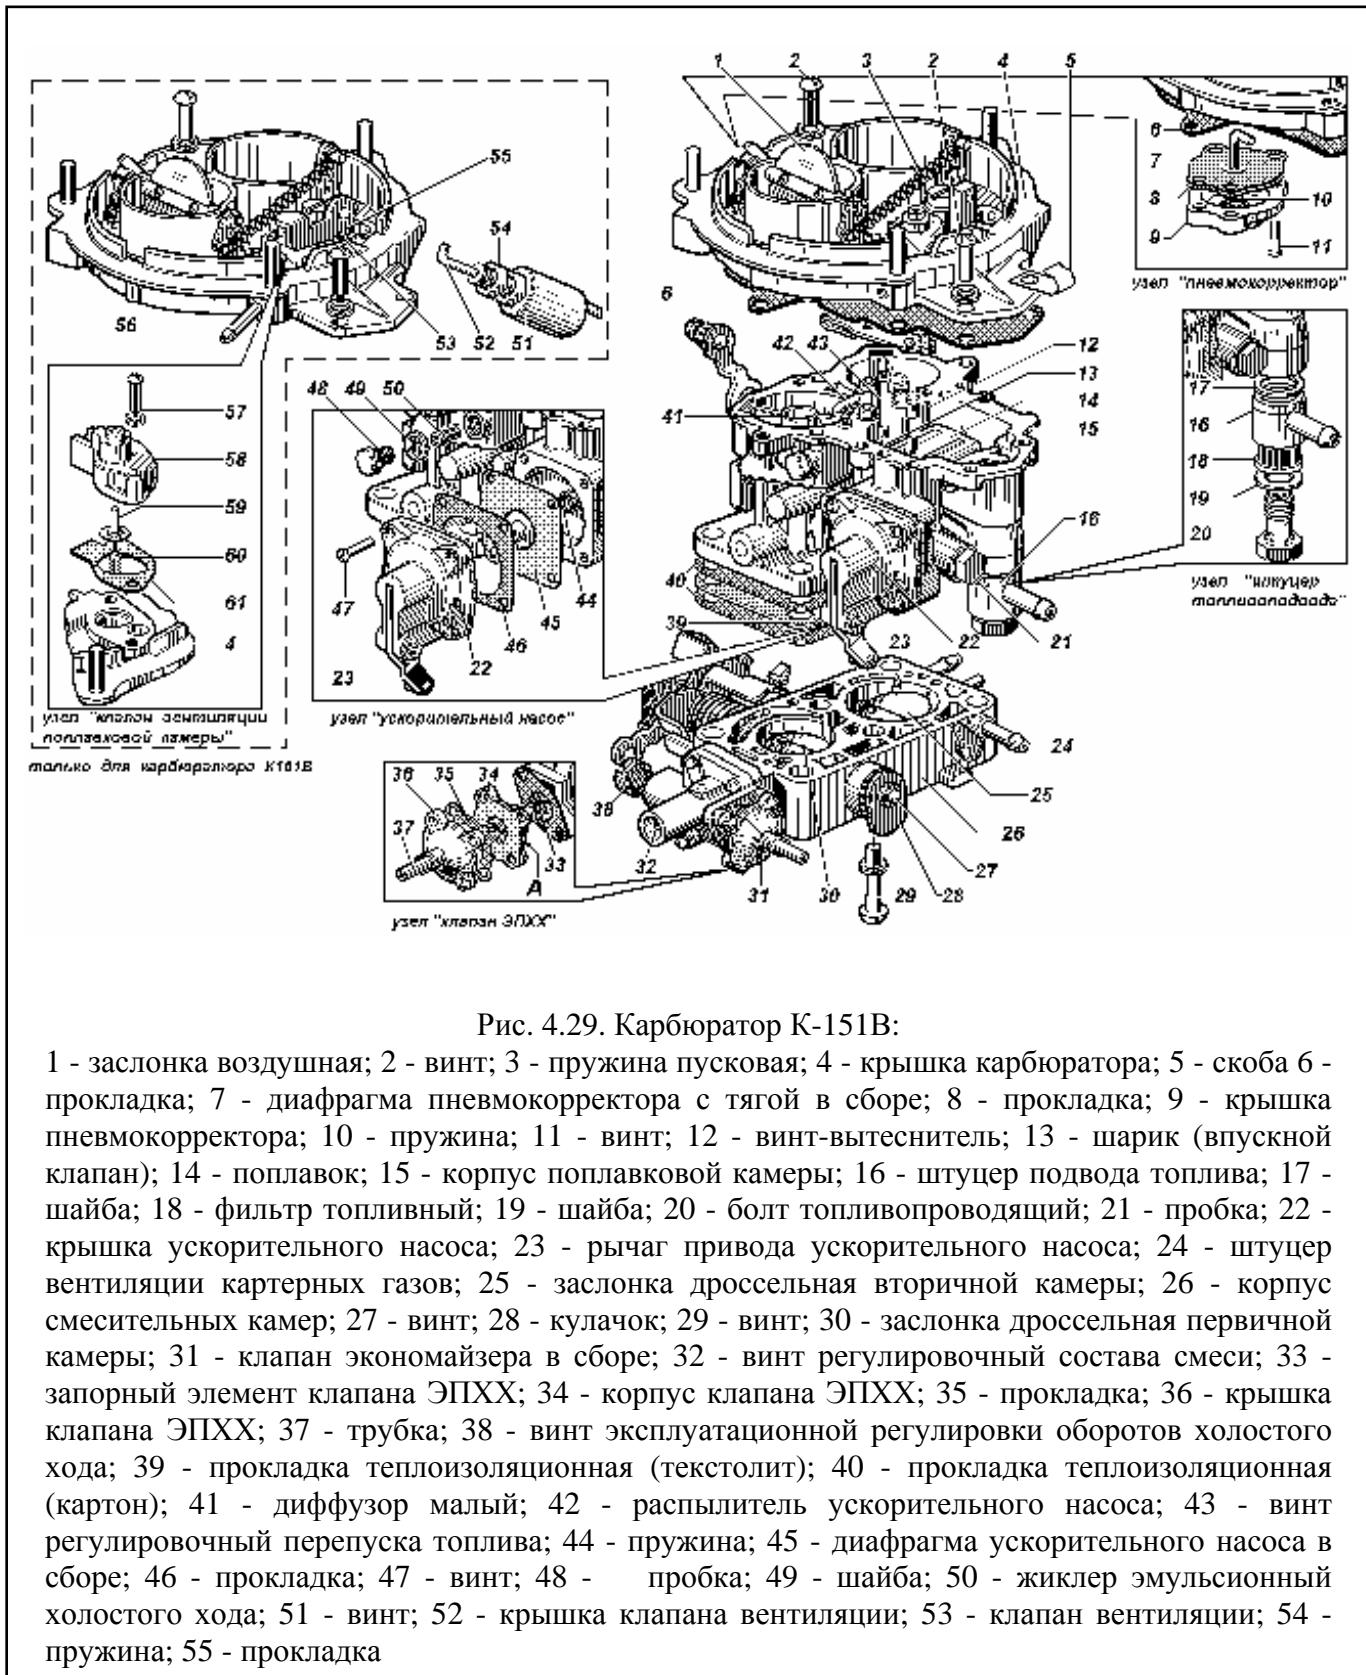

Рис. 4.29. Карбюратор К-151Б:
2. Отверните семь винтов 2 (рис.4.29) крепления крышки карбюратора, осторожно снимите крышку карбюратора 4 и прокладку под ней.